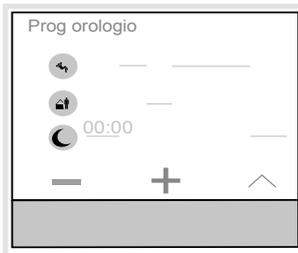

Figura 13: Impostazione del tempo di attivazione
La visualizzazione cambia nell'impostazione del tempo di attivazione (figura 13).
- Con $- / +$ impostare il tempo di attivazione/disattivazione (figura 13).